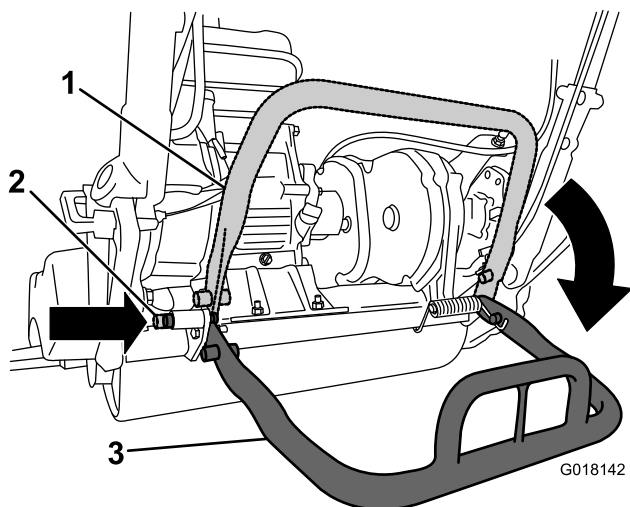

Figura 3
2. Baixe o suporte e empurre o pino de bloqueio para bloquear o suporte na posição de serviço (Figura 3).